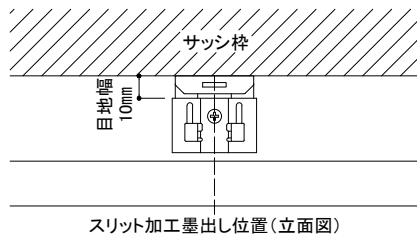

図6 採寸位置
- ジョイントカッターにニチハ外装用カッター(FX100A)をセットし、刃出し量を20mm程度、COOL裏面から6.5mmの位置に調節し、スリット加工部用留付金具Ⅱの取り付け位置ごとにスリット加工を施してください。(図6、7参照)